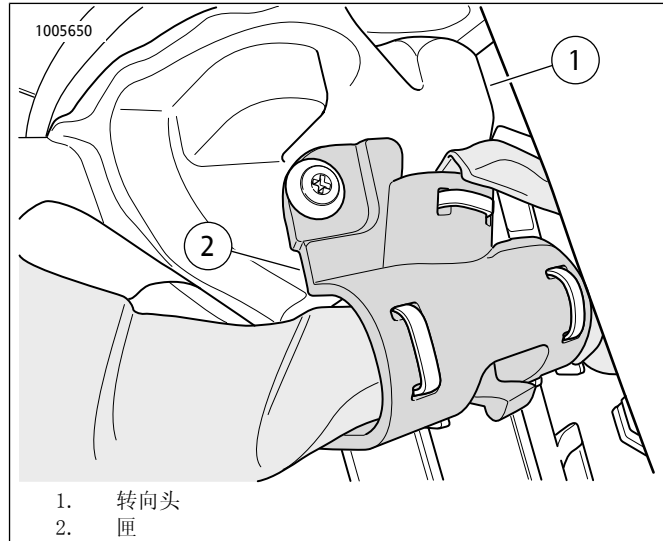

图10。转向头
9. 参见图 10。将48英寸 线束端头布设至转向头(1)。使用盒(2)固定线束。